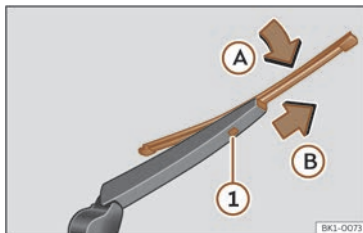

Fig. 180 Cambio da goma da fiestra traseira.
- Xire a goma lixeiramente >>> **fig. 180** (frecha **A**)